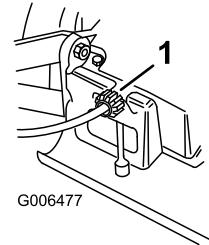

Figure 25
Si la tondeuse ne se propulse pas automatiquement ou a tendance à avancer quand la barre de commande de la lame est à **plus** de 38 mm (1,5 po.) du guidon, réglez le bouton de réglage de la transmission à l'arrière du boîtier d'engrenages (Figure 25).
- Tournez le bouton de commande de 1/2 tour dans le sens horaire si la tondeuse ne se propulse pas automatiquement. Si la tondeuse a tendance à avancer, tournez le bouton de 1/2 tour dans le sens antihoraire pour détendre la courroie (Figure 25).